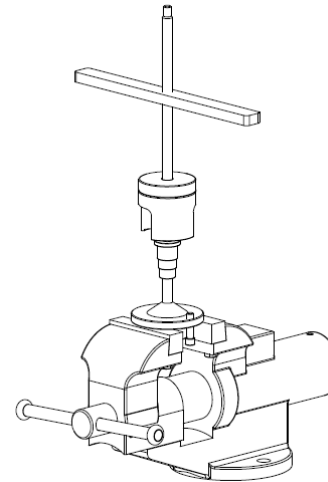

Figure 18
Utilisez l'outil de démontage (voir figure 18, page suivante) pour démonter la came ⑨. Le ressort ⑦ de la poulie possède une force importante, l'utilisation de l'outil de démontage maintiendra la poulie comprimée.
- En utilisant un étau, montez l'outil de démontage comme indiqué sur la figure 18.